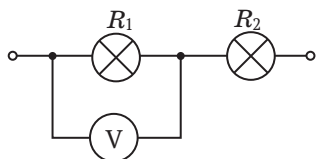

Fig. 1
3. Porțiunea de circuit (fig. 1) conține două becuri electrice, legate în serie, rezistențele cărora constituie: $R_1 = 120 \text{ Ohm}$; $R_2 = 130 \text{ Ohm}$. Care este indicația voltmetrului, dacă tensiunea în porțiune este egală cu 100 V?